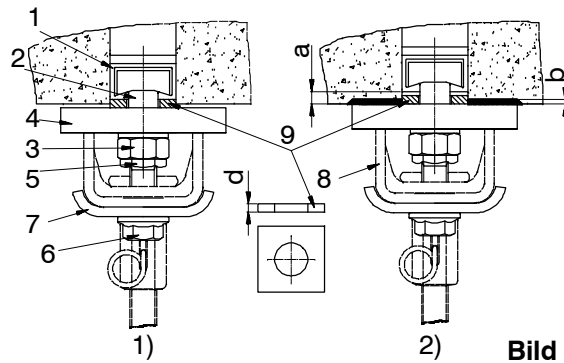

Bild 21
Es ist darauf zu achten, dass die Schienenoberkante bündig mit der Betonoberfläche abschließt und die Anschraubplatte (4) ganzflächig an der Deckenprofilschiene (1) anliegen. Falls die Schienenoberkante hinter der Betonoberfläche zurückliegt, muss der Höhenversatz zwischen der Deckenprofilschiene und der Betonoberfläche ausgeglichen werden. Ein Höhenversatz von max. 5mm kann mit den gelieferten Unterlegscheiben (9) ausgeglichen werden (**Achtung:** Pro Halfenschraube max. 1 Unterlegscheibe einsetzen). Ist der Versatz grösser als 5mm, so muss der Beton im Bereich der Anschraubplatte um das Mass b abgemeisselt werden (Bild 21/2).